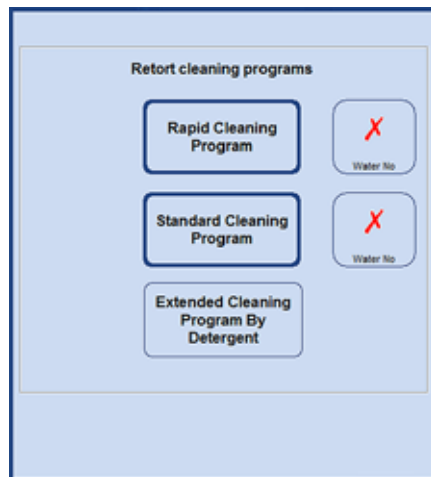

Fig. 220
- Pentru a selecta etapa de apă, apăsați butonul **WATER YES/NO** (APĂ DA/NU), astfel încât să apară o bifă verde (Fig. 218/219). Etapa de apă se efectuează întotdeauna ca a treia etapă în programul de curățare, adică nu se execută în plus față de programul de curățare prezentat în Fig. 220.